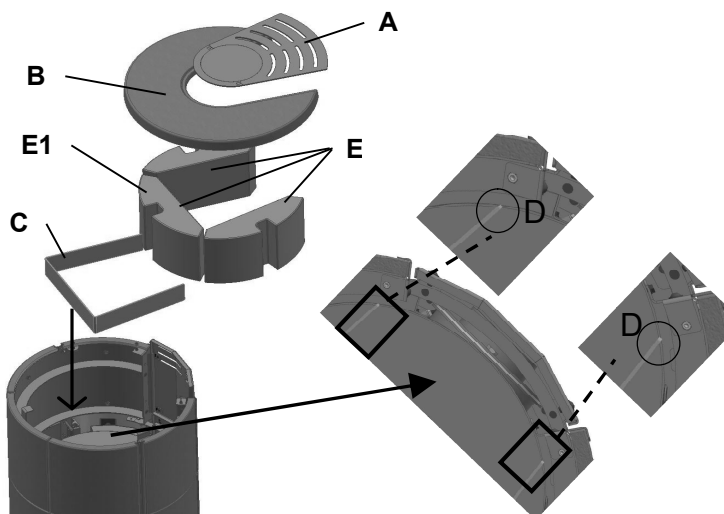
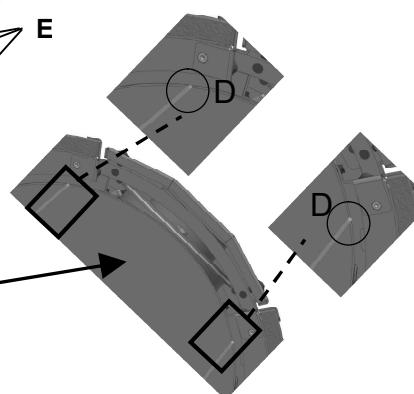

Abb. 4
Abb. 4a
- Einleger A und Topplatte B (Abb. 4) nacheinander abheben und sicher ablegen
- Speicherbock C (Abb. 4) so auf den Brennkammerdeckel setzen, dass die beiden Enden mit der Außenkante der Brennkammer D fluchten (Abb. 4a)
- Speichersteine E beginnend mit der Frontposition E1 mittig auf den Speicherbock stellen und nach Außen schieben (Abb. 4 und Ab. 4b). Bei der Montage der beiden Seitensteine verfahren Sie genauso.